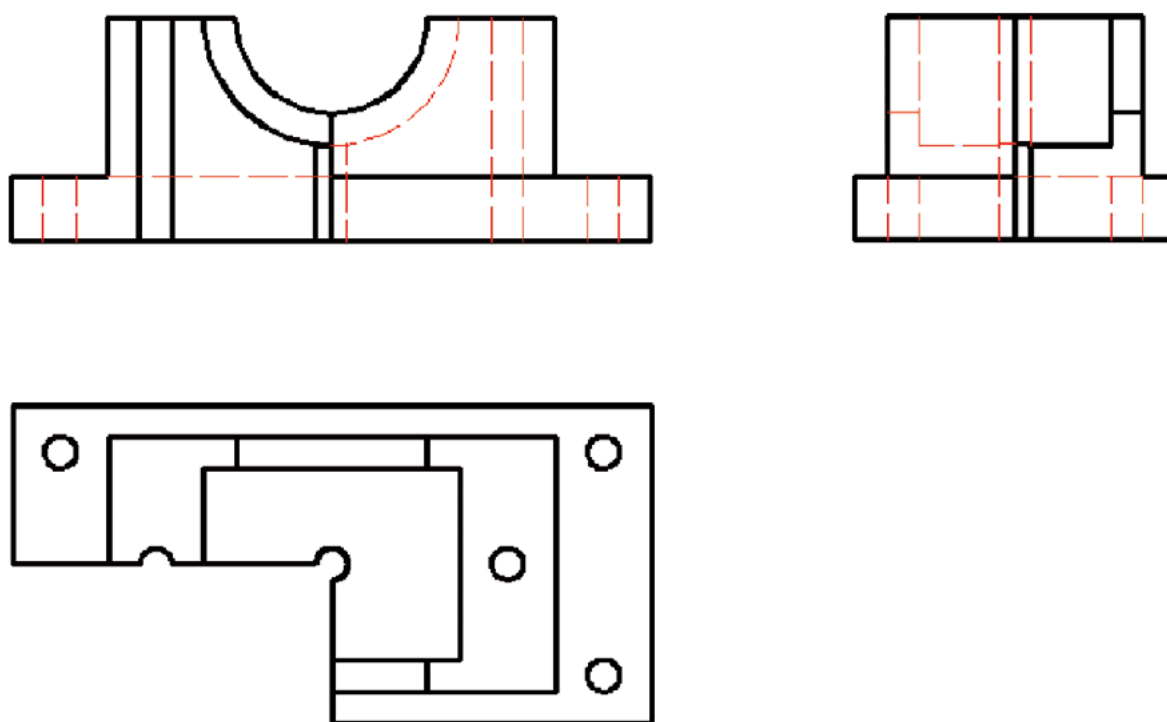

Рис. 10. Автоматические виды детали
6. Расположить виды в соответствии со стандартом (рис. 10).